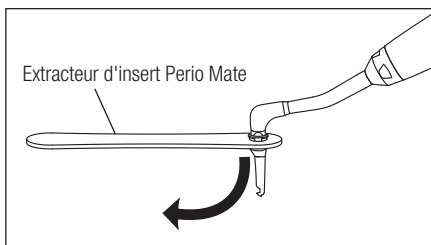

Fig. 7
- 5) Après le traitement, retirez l'insert de la pièce à main Perio Mate au moyen de l'extracteur d'insert et jetez-le. (Fig. 7)